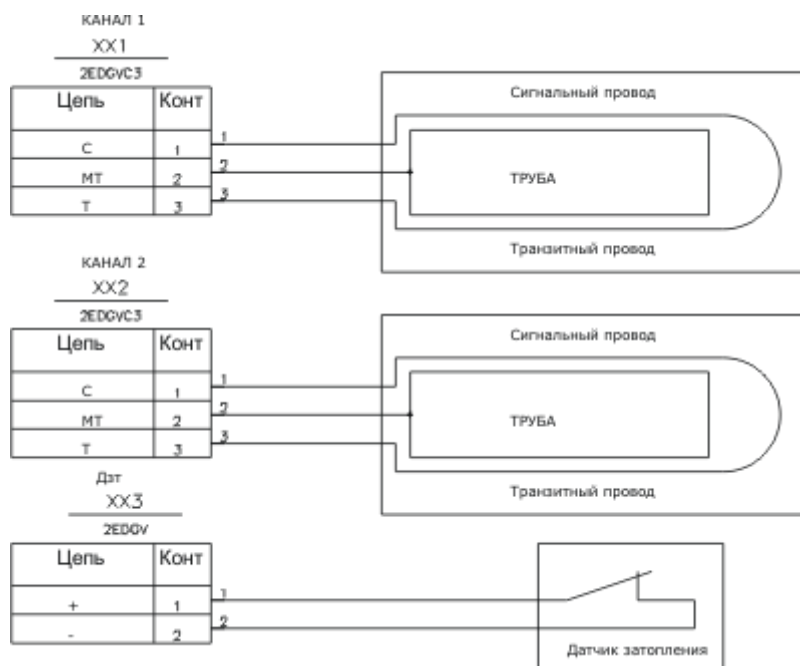

Рисунок 4. Пример подключение счетчиков с импульсным выходом к радиомодулю
- Подключить провода по схемам указанным на рис. 4.